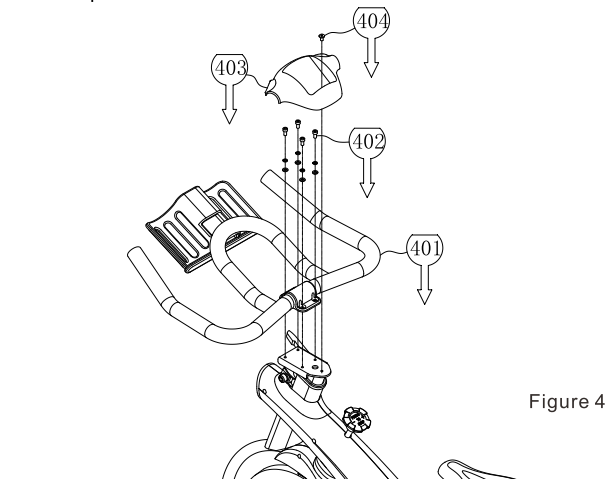

Figure 4
4. В соответствии с указателем 4.01 рис.4, четыре крепежных отверстия в средней части руля соответствуют четырем отверстиям под винты М6 на передней части корпуса. В соответствии с указателем 4.02 рис.4, в них следует вставить четыре шестигранных винта М6 х 12, положив эластичные шайбы Ф6.6 х 1.6 и плоские шайбы Ф6.6 х Ф12 х 1.6. Совместите крепежное отверстие рукоятки с передним отверстием для фиксирующего винта на раме и затяните шестигранным 5# ключом.
В соответствии с указателями 4.03 и 4.04 рис.4, фиксатор мобильного телефона крепится к рукоятке, после чего прикручивается винтом с головкой под крестообразный шлиц М6 х 10.